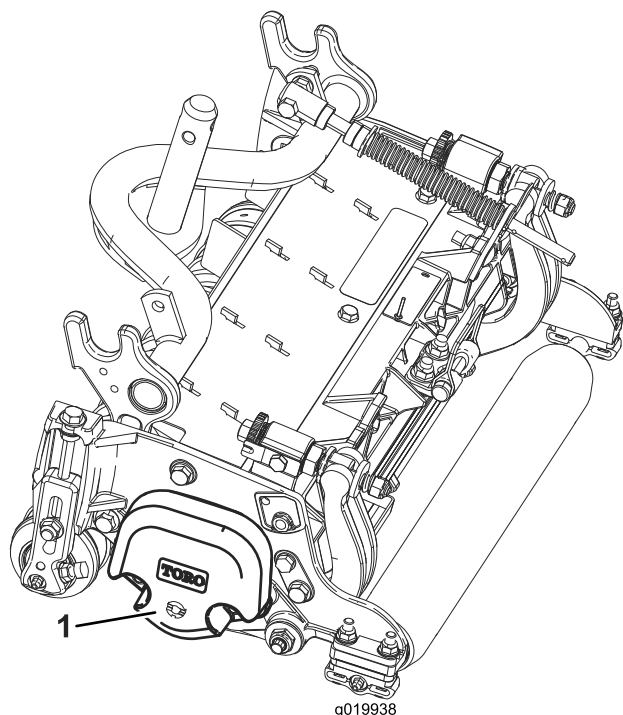

Figura 3
5. Certifique-se de que o contrapeso (Figura 3) está instalado na extremidade adequada da unidade de corte conforme descrito no *Manual do utilizador da unidade de corte*.